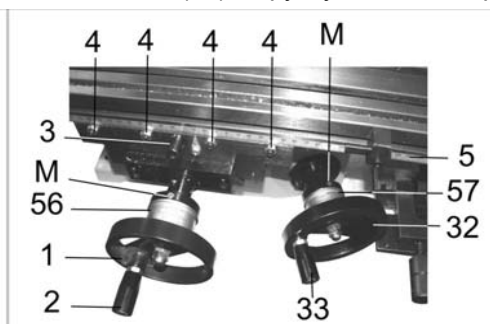

Рис. 4
12.1.6. Перед началом работы и после окончания капните несколько капель масла на направляющие подачи стола, стойки перемещения бабки, оси маховиков, в маслénки подшипников (М), Рис. 4 - 6, и всех узлов, снабжённых маслénками.